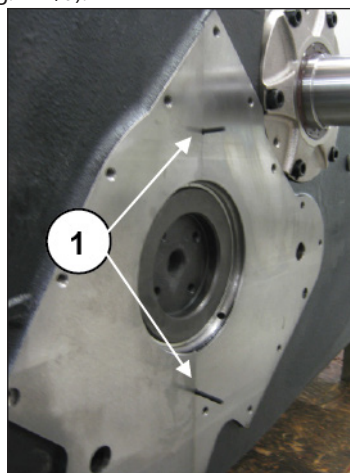

Fig. 113
La cote de saillie des joints toriques doit être de 2 mm (rep. ①, Fig. 113).